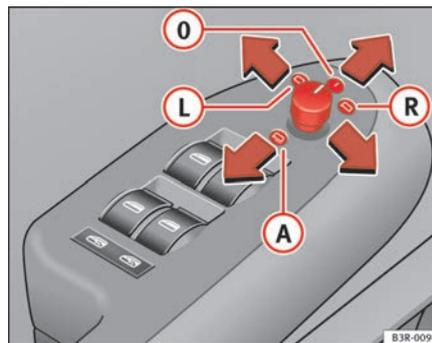

Fig. 105 Detalle del reposabrazos: Mando giratorio
- Gire el mando a la posición ⇒ fig. 105 **L** (retrovisor exterior del conductor) o a la posición **R** (retrovisor exterior del acompañante).
Al poner la marcha atrás, se inclina ligeramente hacia abajo la superficie del espejo, siempre que se haya conmutado a dicho retrovisor (mando giratorio en posición **R** ⇒ página 140, fig. 105). Esto permite ver el bordillo al aparcar el vehículo.